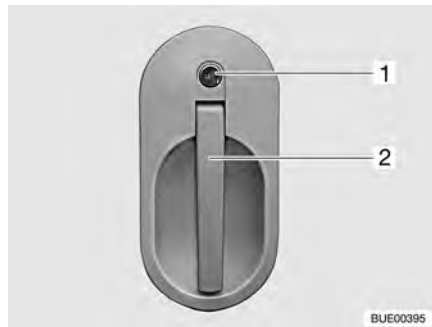

Fig. 34 Serrure de la porte chauffeur, à l'extérieur
- Insérer la clé dans le barillet (Fig. 34,1) et la tourner jusqu'à ce que la serrure de la porte soit déverrouillée.
- Tirer sur la poignée de la porte (Fig. 34,2). La porte est ouverte.
- Insérer la clé dans le barillet (Fig. 34,1) et la tourner jusqu'à ce que la serrure de la porte soit verrouillée.